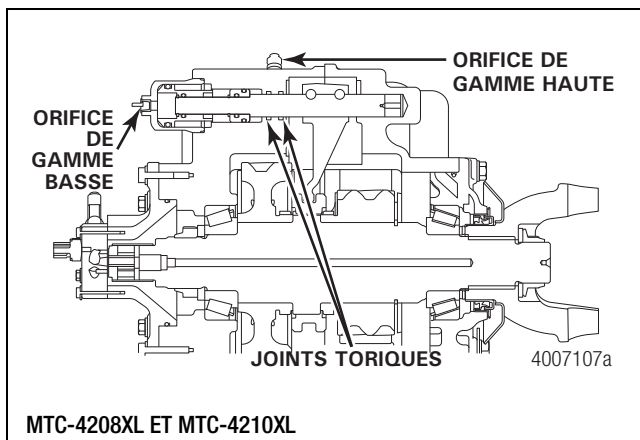

Figure 6.27
1. Lubrifier et installer les joints toriques dans l'alésage de la tige de poussée du carter arrière. Appliquer une légère couche de graisse au lithium (norme Meritor 0-668) avant l'assemblage du carter. Figure 6.27.